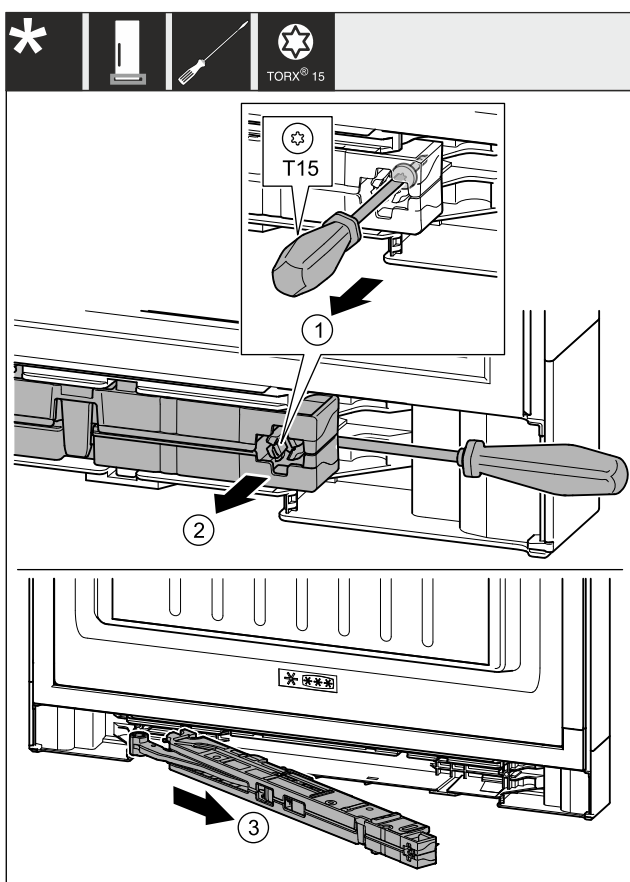

Fig. 7
- ▶ Vijake na enoti blažilnikov za zapiranje vrat odvijte z izvijačem T15 za pribl. 14 mm. Fig. 7 (1)
- ▶ Na strani ročaja potisnite izvijač za enoto blažilnikov za zapiranje vrat. Enoto obrnite naprej. Fig. 7 (2)
- ▶ Enoto izvlcite. Fig. 7 (3)